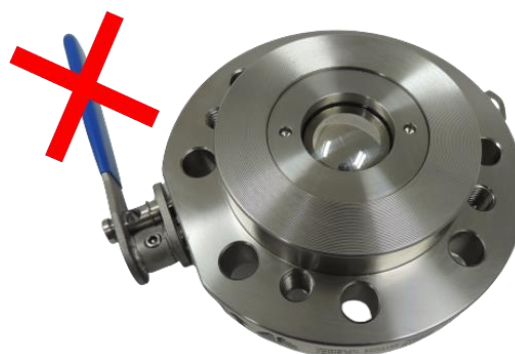

Figura 2: Orientación para el transporte del equipo
- Al manipular el equipo, nunca utilice la palanca como punto de transporte o locomoción (figura 2);